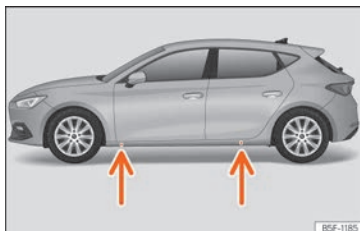

Fig. 46 Puntos de apoyo del gato.
- Busque en el larguero la marca del punto de apoyo del gato (zona hundida) más cercano a la rueda a cambiar »» fig. 46.